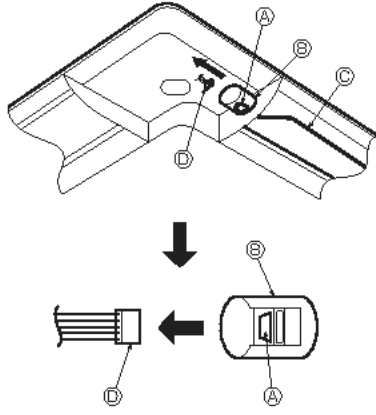

Fig. 10-16
10.4. Yukarı/aşağı hava akımı yönünün sabitlemesi (Fig. 10-16)